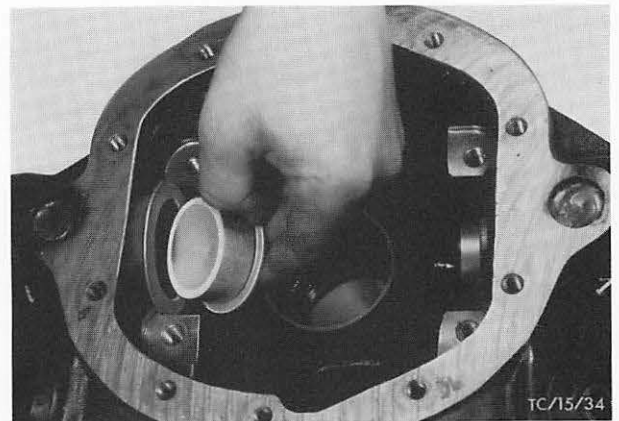

Abb. 79 Druckstücke einlegen
31. Druckstücke für Druckspindel 15-021 in die Achsrohre einlegen und Ausgleichgetriebe mit Lagerlaufringen einsetzen. Abb. 79.